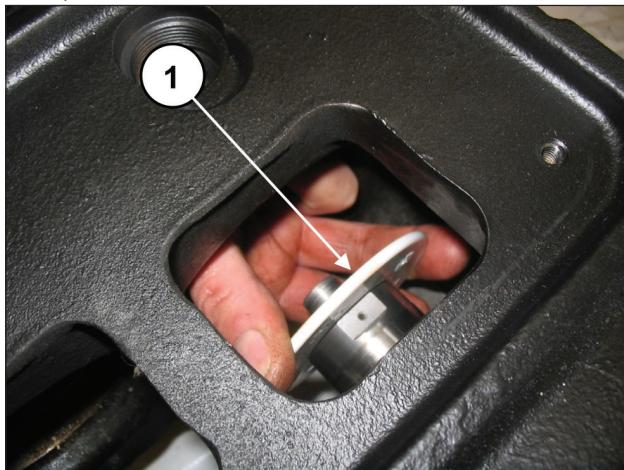

Рис. 161
Снимите с направляющей поршней брызгозащитные кольца (поз. ①, Рис. 161).